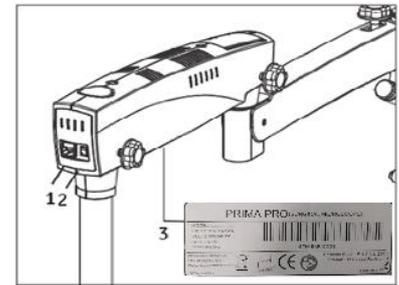

Figura 35
Nota: La fuente de alimentación está diseñada con una entrada universal de 100 V a 240 V CA, 50/60 Hz. Para enchufarla, siga las instrucciones de la etiqueta eléctrica que se encuentra en la parte inferior del brazo, como se muestra (3) en la figura 35.